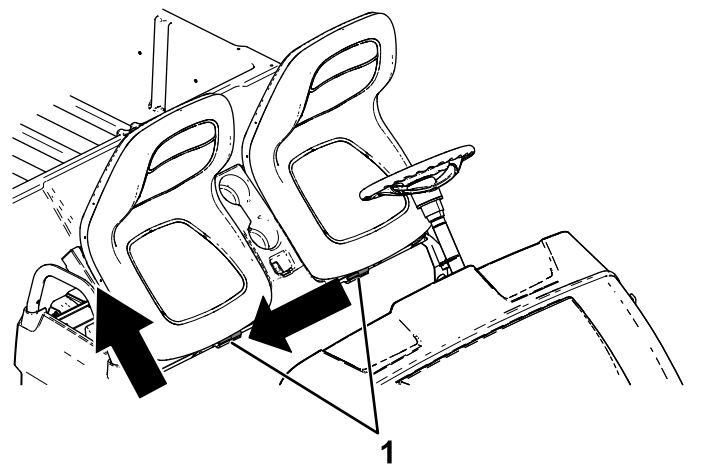

Bild 30
2. Schieben Sie den Sitz seitlich aus den Stiften heraus und heben Sie den Sitz hoch (Bild 30).